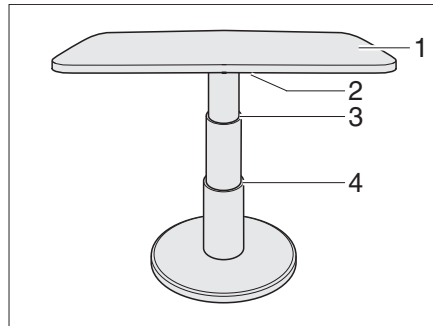

Fig. 90 Mesa elevadora del grupo de asientos circular
- Girar la palanca de bloqueo (Fig. 90,2) hacia la izquierda. El bloqueo está abierto.
- Presionar el tablero de la mesa (Fig. 90,1) por el centro hacia abajo hasta el tope deseado (Fig. 90,3 ó 4) y manténgalo presionado.
- Girar la palanca de bloqueo (Fig. 90,2) hacia la derecha. La mesa elevadora está bloqueada.